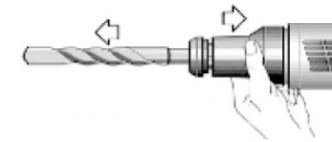

Fig. 3 – Diseño demostrativo para soltar el accesorio.
- Para remover el accesorio, tire y sujete el mandril (1) y tire el accesorio hacia adelante (Fig. 3). Todos los accesorios deben ser limpiados después de la utilización.